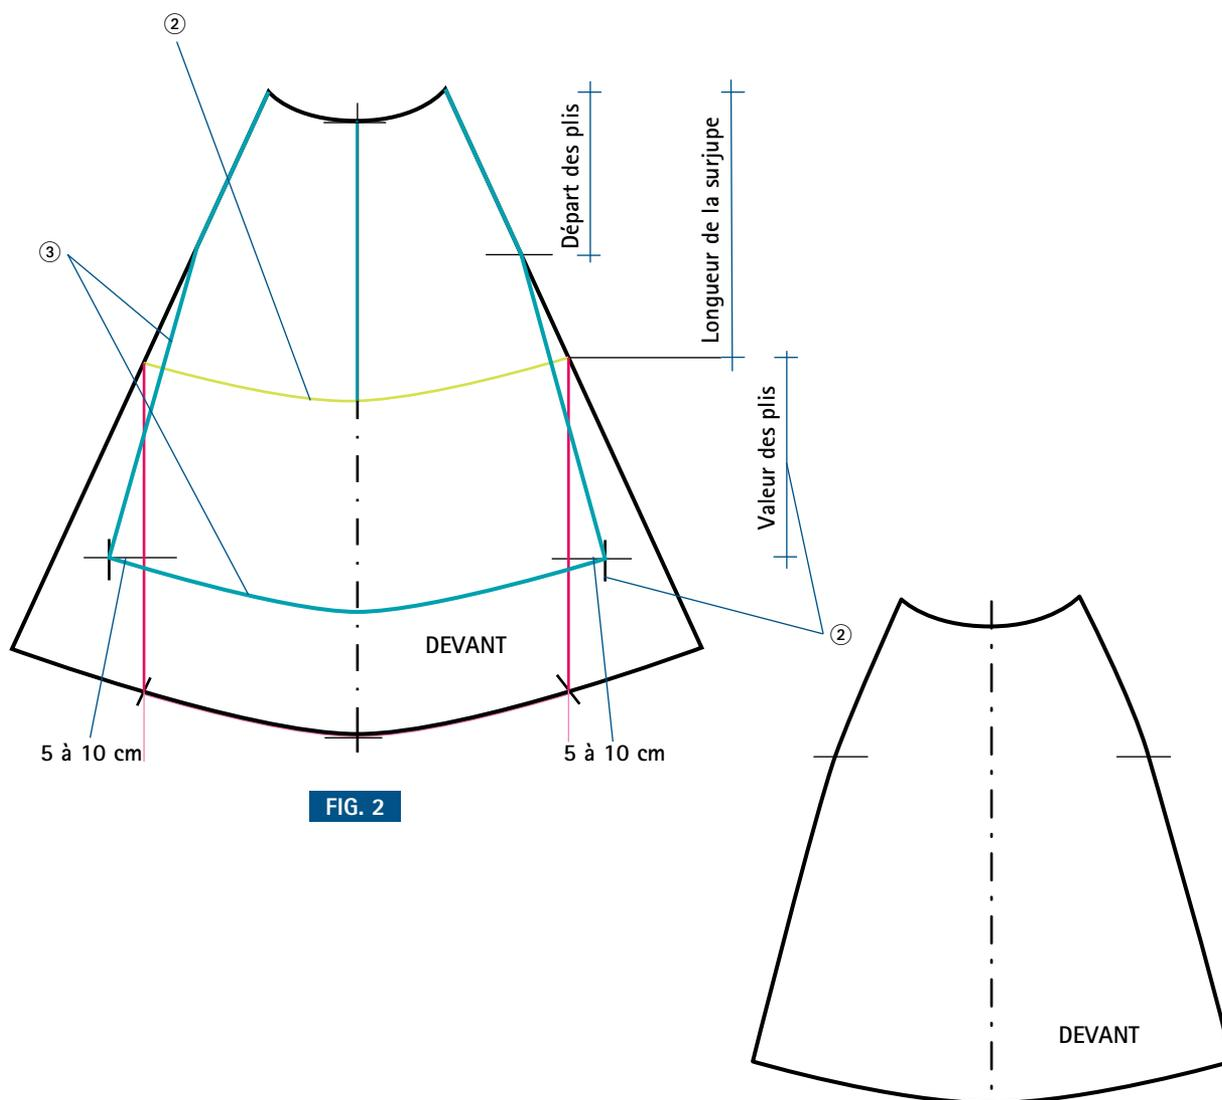

FIG. 2
- ① Fixer la longueur de la surjupe et la hauteur du départ des plis, ou de la fronce selon le choix (fig. 1), puis reporter ces mesures sur le patron fini de la jupe (fig. 2).